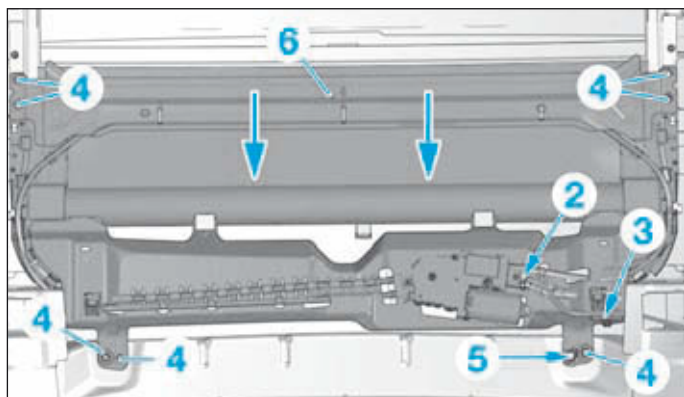

FIG.14
- Débrancher le connecteur (2) puis dégrafer le faisceau électrique en (3) (Fig.14).
- Déposer l'ensemble des vis (4).
- Pivoter la fixation d'un quart de tour en (5).
- Retirer la traverse arrière (6) (suivant flèches).
- Déposer la traverse arrière (6).